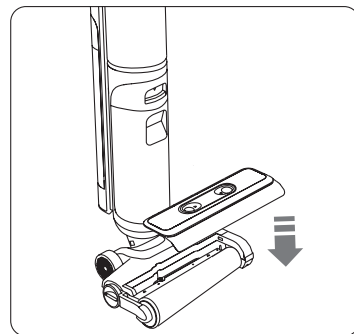

Abbildung 3
3. 3. Nach der Reinigung die Bürstenwalzenabdeckung wieder einsetzen. (Abb. 3)